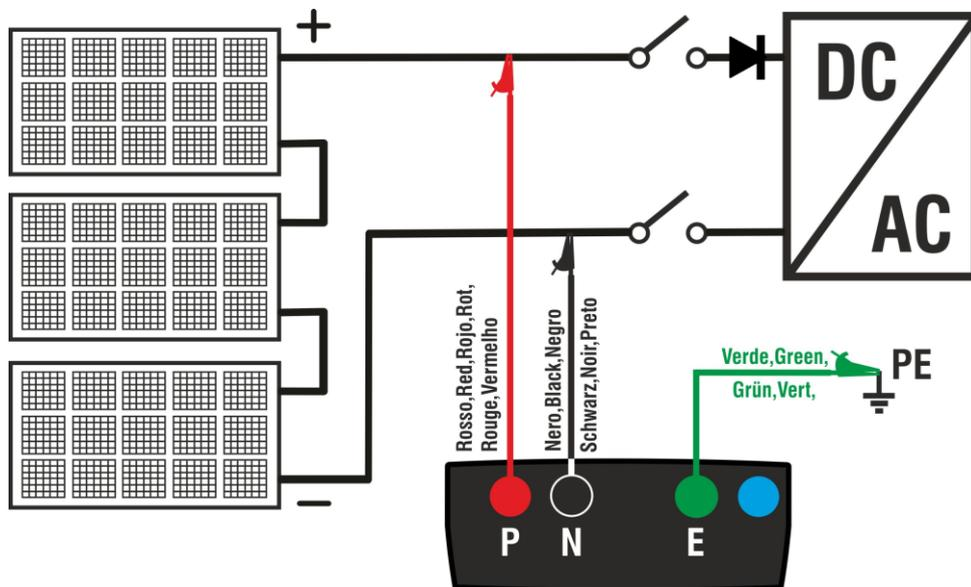

Fig. 6: Connexion de l'instrument pour la mesure de l'isolation en mode DUAL
- Connectez l'instrument à la chaîne PV testée comme indiqué dans Fig. 6. **Le test peut également être effectué sur plusieurs chaînes en parallèle les unes avec les autres. N'oubliez pas que les parafoudres connectés aux câbles de la chaîne / des chaînes doivent également être déconnectés et qu'il est conseillé de mesurer en amont d'éventuelles diodes de blocage**